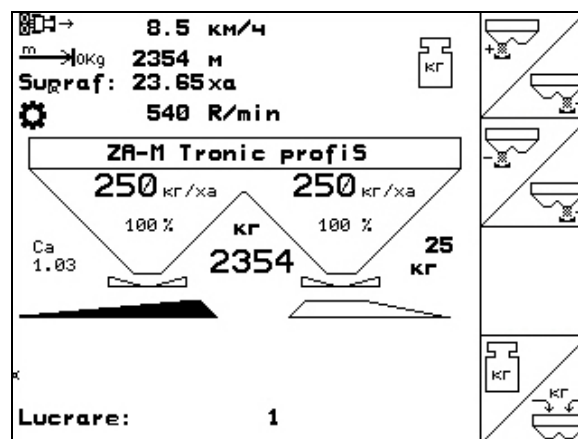

Fig. 38
- Afișajul (Fig. 38/1,2,3) se stinge.
- Împrăștierea va fi continuată cu factorul de calibrare afișat (Fig. 38/1).